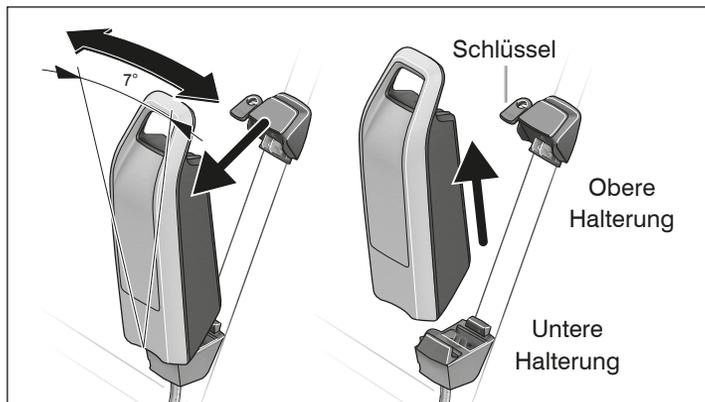

Abb.: B-1 Rahmenakku (Typ 1) entnehmen.
- Kippen Sie den Akku vorsichtig aus der oberen Halterung. Neigen Sie den Akku dabei nicht mehr als  $7^\circ$  zum Rahmen (siehe Abb.: B-1).